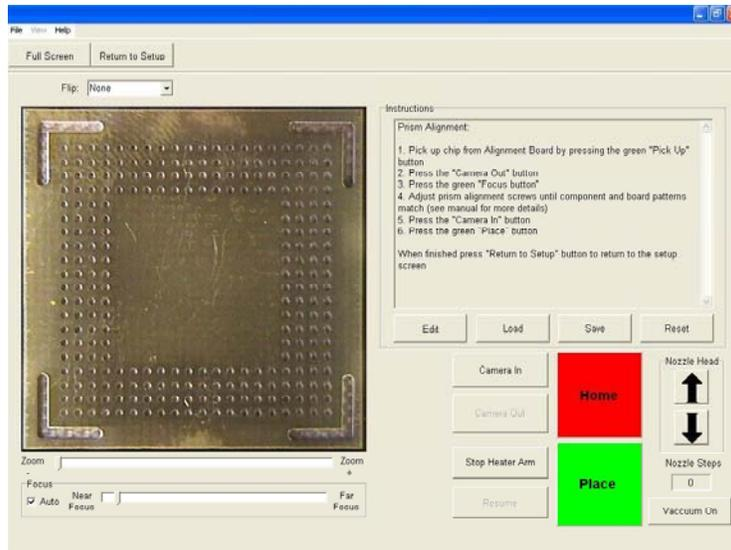

Figura 10
3. Il monitor ora mostra la schermata di taratura. (Figura 10)
5. Allineare il PCB in modo che la luce rossa del laser di puntamento sia approssimativamente centrata sul BGA. (Figura 10)